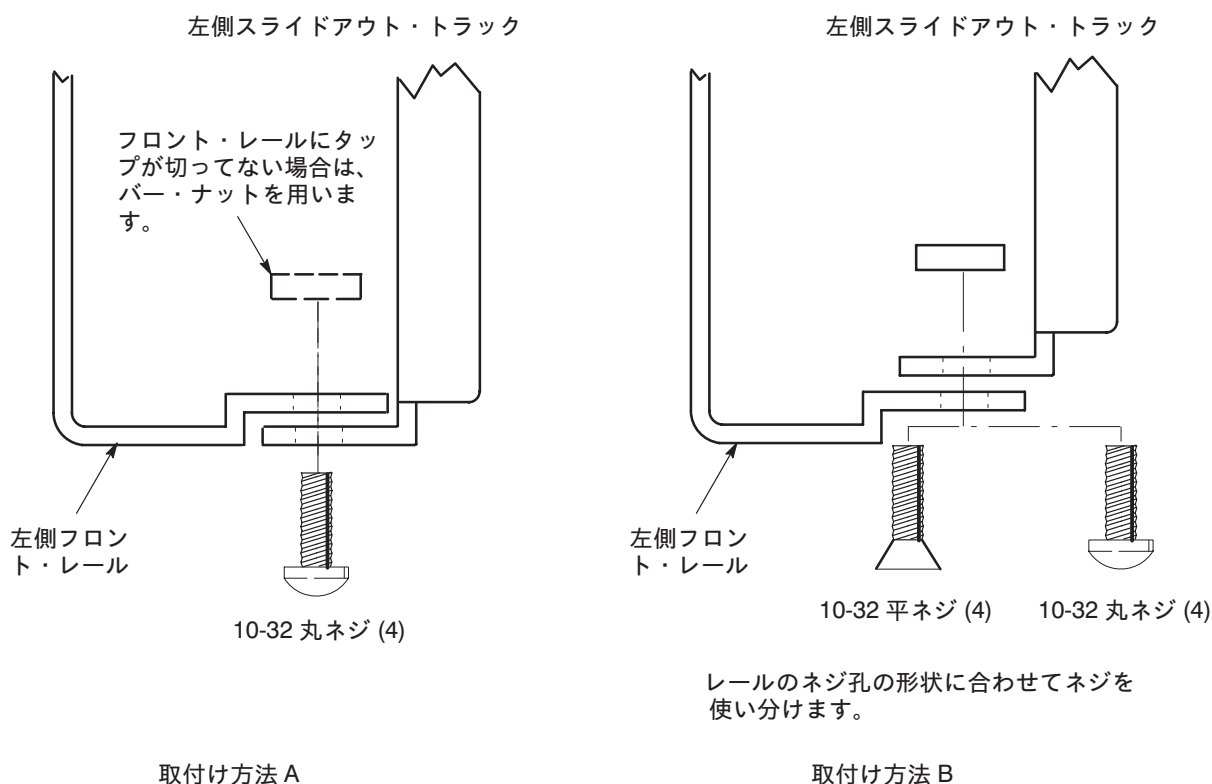

図 10-9: スライドアウト・トラックをラック・レールに取り付ける (上から見た場合)
- スライドアウト・トラックの前後フランジをラックのレールの外側に取付ける場合は、図10-9の方法Aを用います。
- スライドアウト・トラックの前後フランジをラックのレールの内側に取付ける場合は、図10-9の方法Bを用います。